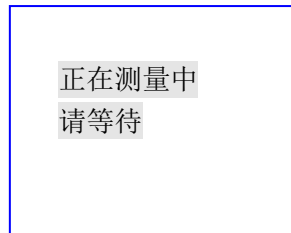

图8 正在测量中
⑤ 打开“内高压允许”开关，按“确认”键，仪器开始产生高压输出，同时伴有“嘟”的提示音，此时，屏幕显示“正在测量中 请等待”，如图8所示。